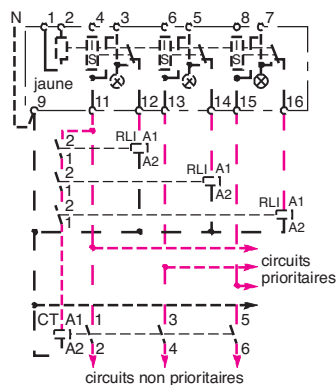

Fig. 4. Permet le délestage et le relestage de 3 phases en simultané (récepteur triphasé sur circuit non prioritaire)
- (fig. 4). Pour qu'un récepteur triphasé ne soit pas alimenté entre 2 phases (déséquilibre), lors d'un dépassement de seuil, il faut délester les 3 phases simultanément. La combinaison de 3 relais inverseurs avec un contacteur triphasé, branchés sur les circuits non prioritaires du CDS tri permet de répondre à cette condition